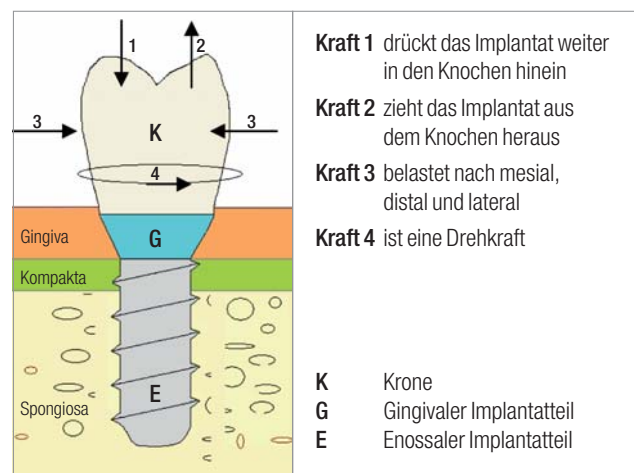

Abb. 1: Einfluss verschiedener Kräfte auf das inserierte Implantat und die Krone.
■ Heutzutage gilt es in der Implantologie als ganz besonders wichtig, eine hohe Primärstabilität zu erzielen. Schraubenimplantate scheinen hierbei den Vorteil zu haben, dass sie sich durch ihr Gewinde sofort im Knochen „festsetzen“. Mit dieser sogenannten Primärstabilität soll die Immobilität des Implantates in horizontaler und vertikaler Richtung erreicht werden. Darüber hinaus muss eine Drehbarkeit (Abb. 1, Kraft 4) verhindert werden. Die Immobilität ist zweifelsfrei die Voraussetzung dafür, dass es zur Osseointegration, also zum festen Verbund von Knochen und Implantat, kommen kann.
Was aber ist Primärstabilität und was heißt „fest“? Welche quantitativen Aussagen gibt es zur Stabilität? Die Resonanzfrequenzanalyse (RFA) ist eine anerkannte Methode zur quantitativen Dokumentation der Stabilität eines einzelnen Implantates in lateraler Richtung (Abb. 1, Kraft 3). Bei RFA-Untersuchungen an der Charité Berlin (A. Rabel, Schmidt-Westhausen et al.) wurden Messwerte bei der Insertion und nach dem Ausbetten ermittelt. Über die Stabilität in der Zwischenzeit macht die Studie allerdings keine Aussage. Nach S. Raghavendra et al. treten aber die meisten Implantatausfälle in der kritischen frühen Einheilphase zwischen der zweiten und vierten Woche auf.1 Hier ergibt sich eine „Stabilitätslücke“ durch ein Nachlassen der Primärstabilität einerseits und dem Anstieg der durch den Einheilungsprozess beginnenden „Sekundärstabilität“. Messungen der Stabilität des Einzelimplantates während der Einheilzeit sind nur bei offener Einheilung möglich. In einem derartigen Fall muss bei rotationssymmetrischen Schraubenimplantaten eine Verblockung mehrerer Zähne bzw. Implantate erfolgen. Dadurch ist eine relevante Messung des Einzelimplantates nicht mehr möglich. Bezüglich der Ausdrehmomente (Abb. 1, Kraft 4) ist eine Messung während der Einheilphase im Tierversuch möglich. Nach Ferguson et al. sind die Ausdrehmomente der untersuchten Schraubenimplantate nach acht Wochen geringer als nach zwei Wochen.2 Daraus folgt, dass die sogenannte „Remodeling-Phase“ noch nicht abgeschlossen ist und die Osseointegration erst danach erfolgen wird.
Es liegt nahe, dass ein schraubenförmiges Implantat bezüglich der Kräfte 1 bis 3 (Abb. 1) eine zuverlässige Primärstabilität bewirkt. Bezüglich der Drehkraft (Abb. 1, Kraft 4) kann die Schraubenform als solche aber keinerlei Garantie für eine Drehstabilität gewähren. Hierfür ist die Haftreibung zwischen Knochen und Implantat entscheidend. Nach dem Reibungsgesetz4 gilt:
zient wird bestimmt durch die Oberflächenbeschaffenheit des Implantates und des angrenzenden Knochens. Dabei spielen die jeweiligen Oberflächenenergien die entscheidende Rolle. Während bei der Titanoberfläche keine Veränderung der Oberflächenenergie zu erwarten ist – sieht man von evtl. Abhebungen von Ti-Nano-Partikeln beim Eindrehen ab –, ergeben sich am angrenzenden Knochen im Laufe der Zeit deutliche Veränderungen. Man bedenke hierbei, dass zum Zeitpunkt der Insertion oder der „Remodeling-Phase“ noch keine Osseointegration stattgefunden hat. Die einzige Möglichkeit zur Erhöhung der Haftreibung zum Zeitpunkt der Insertion besteht darin, ein entsprechend hohes Eindrehmoment zu wählen. In der Folge kommt es zur sogenannten Knochenverdichtung. Das Implantat wird dann bezüglich der Kräfte 1 bis 4 (Abb. 1) primär stabil.
Ein nach diesen Vorgaben gefertigtes Implantat ist folglich überwiegend konisch und hat daher eine hohe Kongruenz zum umliegenden Knochen. Beim Einbringen des Implantates in die Kavität und nachfolgendem leichten Schlag erfolgt nur eine Kompression im physiologischen Bereich, da das Kompressionsmodul des Knochens (Kompakta) von ca. 20 GPa nicht überschritten wird (ca. 20 GPa = 20.000 N/mm2). Ein derartiges Implantat könnte nur mit sehr hoher Kraft (Abb. 1, Kraft 2) wieder entfernt werden. Da durch diese Vorgehensweise praktisch keine Knochenstrukturen zerstört werden, verkürzt sich die „Remodeling-Phase“ ganz erheblich und es tritt keine „Stabilitätslücke“ auf. Durch die offene Einheilung ist mittels RF-Analyse eine permanente Kontrolle der Stabilität möglich. Eine Fallstudie von G. Stein zeigt, dass derartige Implantate schon sehr früh prothetisch versorgt werden können.3 Bei dem über 60-jährigen männlichen Patienten, einem Raucher, wurde drei Wochen nach Extraktion des abgebrochenen Zahnes 46 (wurzelbehandelt vor 47 Jahren mit zweimaliger Wurzelspitzenresektion mesial) implantiert (Abb. 3). Nach Aufklappung und stufenweiser, zylindrischer Bohrung in beide Alveolen bis